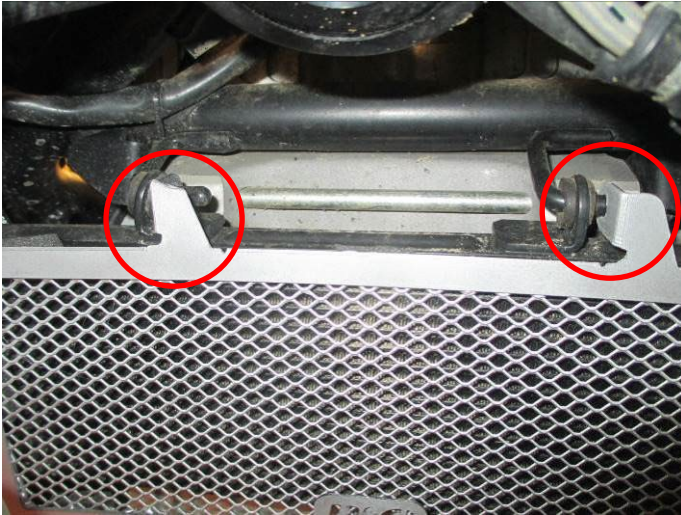

Abbildung 1
- Den Kühlerschutz an die zwei Pins oberhalb des original Kühlerschutzes ansetzen und die Stöpsel an den Halterungen montieren wie in **Abbildung 1** abgebildet.